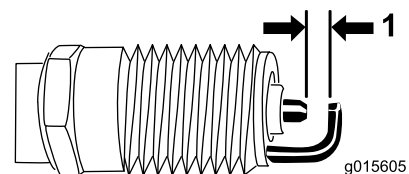

Bild 27
- Stellen Sie den Elektrodenabstand auf 0,76 mm ein (Bild 27).